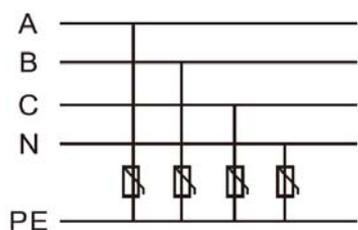

Рис.1. Схема подключения УЗИП
3.1. Каждый полюс УЗИП подключается между фазным проводом и проводом защитного заземления, см. рис. 1. При нормальных параметрах электрической сети сопротивление между контактами УЗИП высокое. При возникновении перенапряжения сопротивление падает, что позволяет отвести импульс перенапряжения на землю. При возврате напряжения сети к номинальному значению УЗИП возвращается в непроводящий режим.